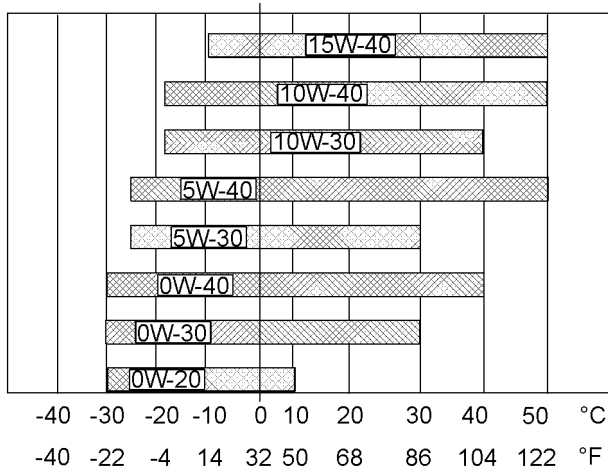

Ilustración 37
Consulte la Ilustración 37 (temperatura mínima) para determinar la viscosidad necesaria del aceite para arrancar un motor frío.
Consulte la Ilustración 37 (temperatura máxima) para seleccionar la viscosidad de aceite para la operación del motor a la temperatura ambiente más alta esperada.
- Consulte las “viscosidades de lubricante” correctas. Consulte la Ilustración 37 para encontrar el grado correcto de viscosidad de aceite para su motor.